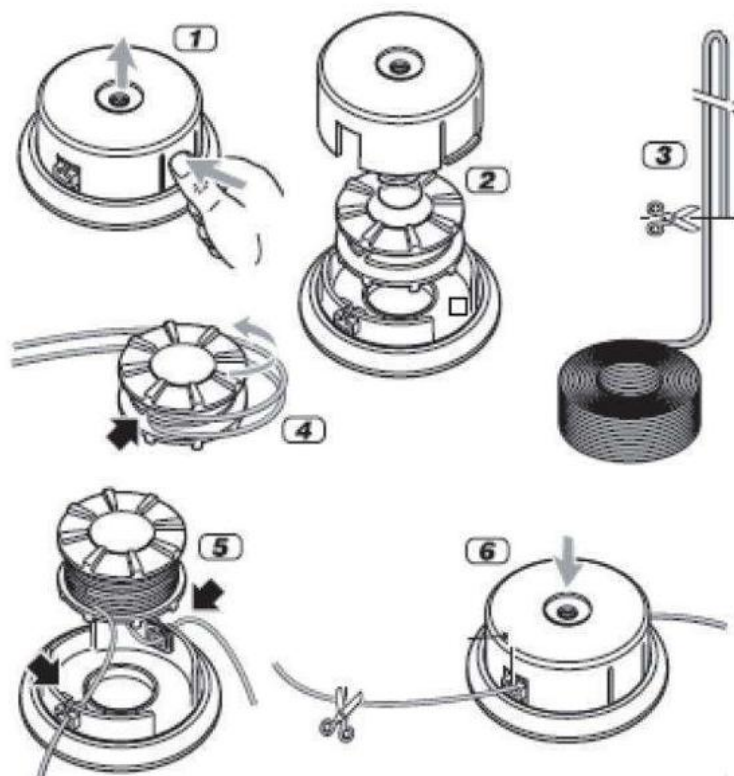

Рисунок 22
**d) Замена режущей лески (рис.22)**